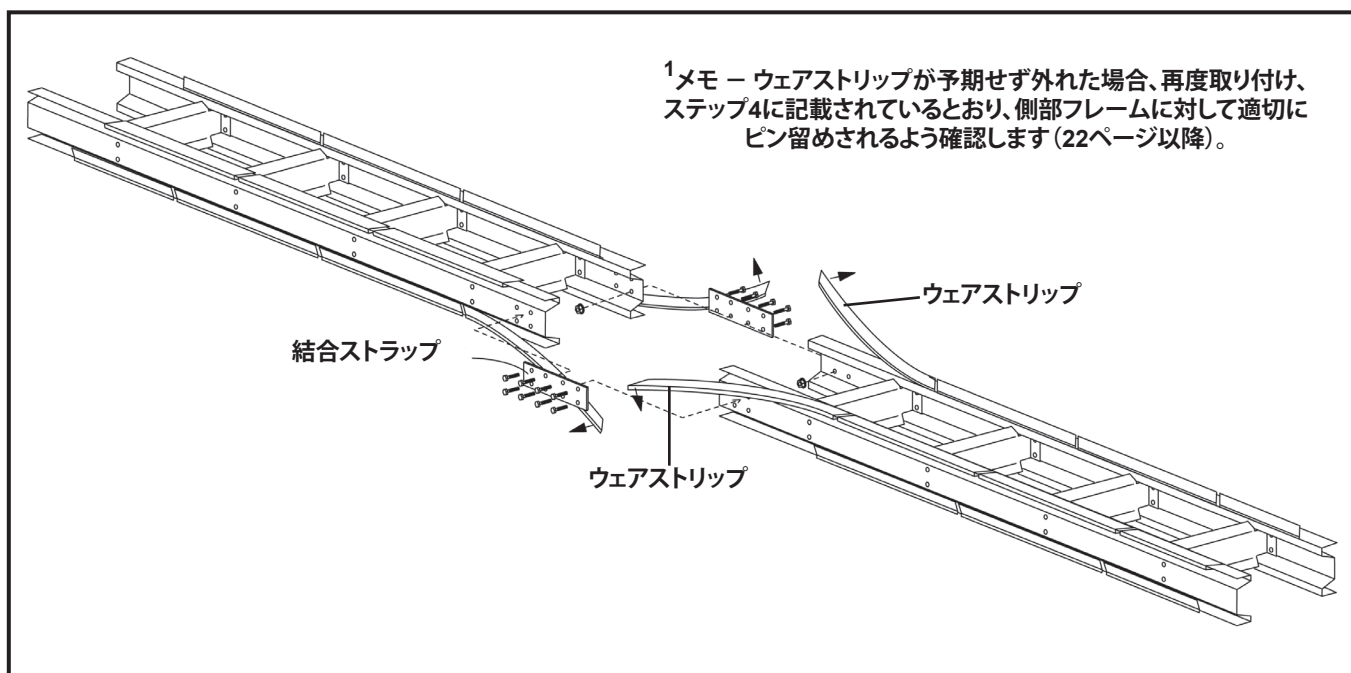

図3:ベッド部の組立の全体
- ベッド部の端にあるウェアストリップの残り部分は、コンベヤの側部フレーム1から引っ張り、ベッド部を結合する際に邪魔にならないようにします(図3)。